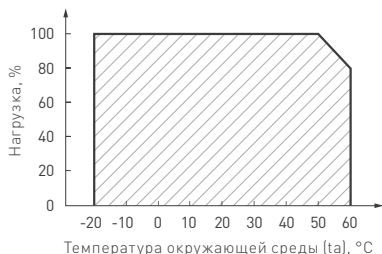

Рис. 2. Максимальная допустимая нагрузка, % от мощности источника
- 4.3. Не нагружайте источник питания более 80% от его максимальной мощности. Учитывайте, что с повышением температуры окружающей среды максимальная мощность источника питания снижается (см. график зависимости на Рис. 2).